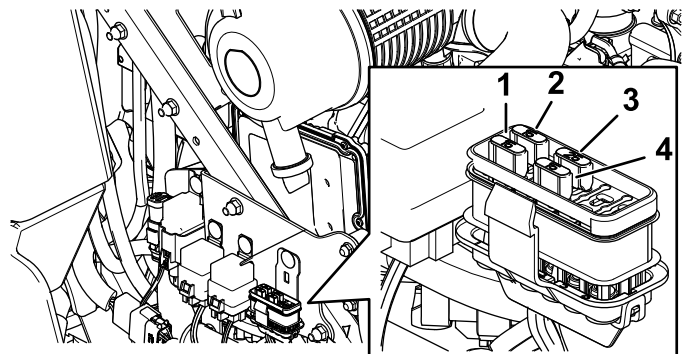

Figura 45
3. Instale um novo fusível (Figura 45).